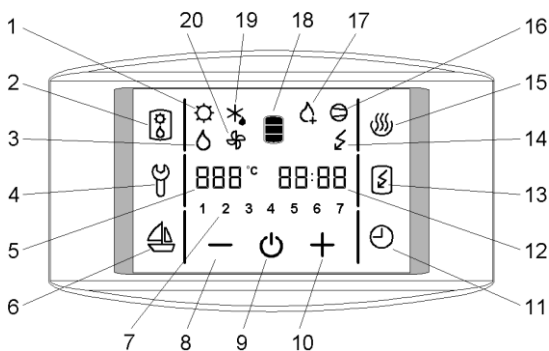

Bild 4: Steuerungsbildschirm
- Drücken und halten Sie Feld **4** am Bildschirm (Bild 4), um die Serviceregime-Funktion einzuschalten.